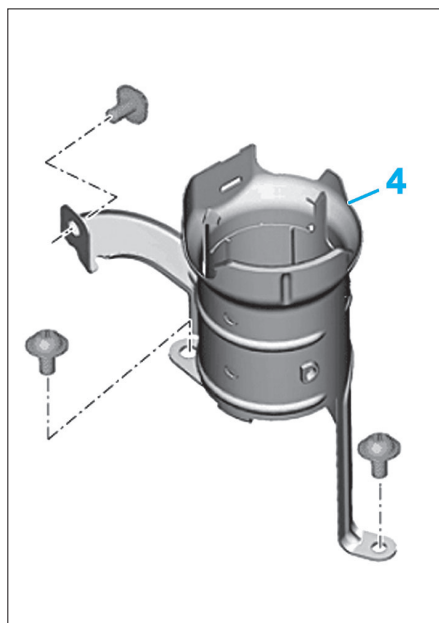

FIG. 140
- le support du filtre à carburant (4) (Fig.140),